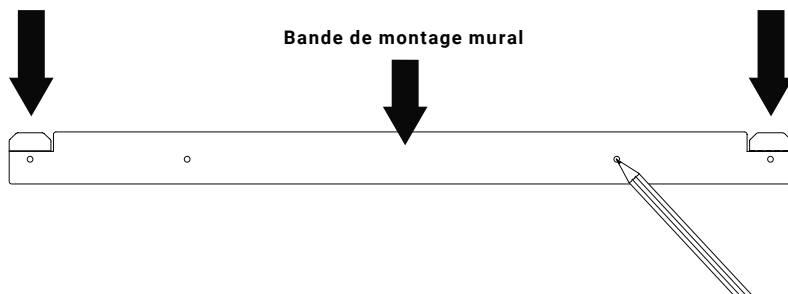

Fig. 3
4. Installez les chevilles dans le mur. Fixez ensuite le support au mur à l'aide des vis M4 x 30 mm fournies (voir figure 3).